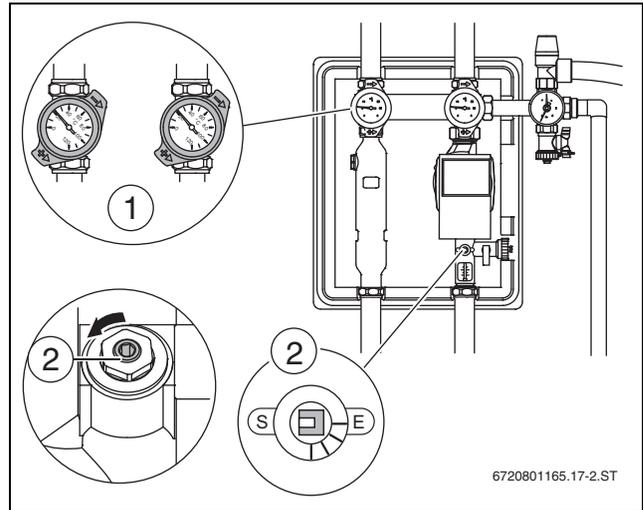

Fig. 36 Dispositivos de cierre abiertos
- Poner las llaves esféricas (→ fig. 36, [1]) en los termómetros a 45° y abrir el limitador de caudal (→ fig. 36, [2]) y los demás dispositivos de cierre.